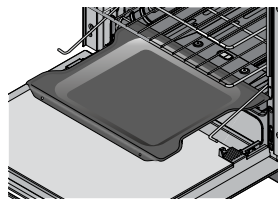

Figura 13.
- Luego de retirar el enganche de la puerta, puede retirar las bandejas asadora y/o recolectora (Ver figura 13).